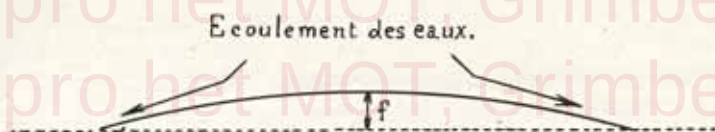

Fig. 4.
3. — Il faut donner à la surface du revêtement un léger *bombement transversal* (f) permettant l'écoulement latéral des eaux de pluie (fig. 4).